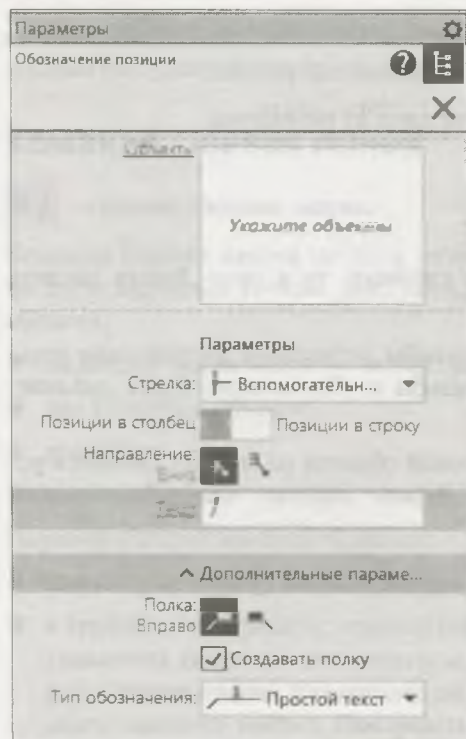

Рис. 28.19. Панель Параметры: Обозначение позиций
- ◆ вызовите команду **Обозначение позиций**. Укажите объект, на который будет указывать первое ответвление линии-выноски, и задайте точку начала полки. На экране появляется фантом обозначения. На панели **Параметры: Обозначение позиций** (рис. 28.19):